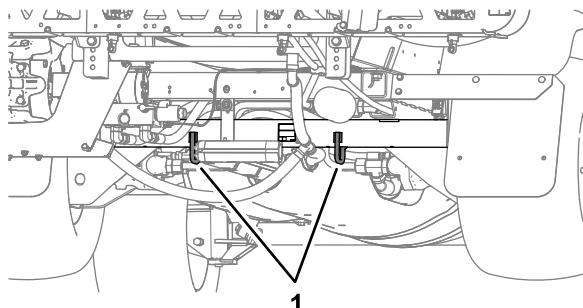
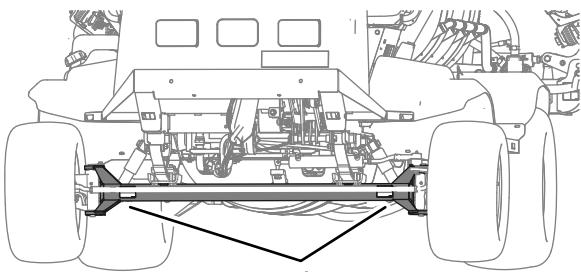

Bild 47
Bild 46
- Befestigen Sie die Maschine sicher am Transportfahrzeug; in Bild 46 und Bild 47 sind die Vergurungsstellen an der Maschine abgebildet.